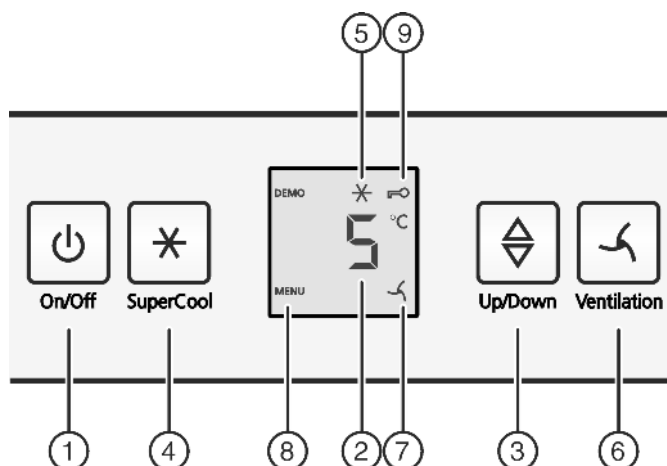

Fig. 3
- ▶ Taste On/Off Fig. 3 (1) drücken.
- ▶ Taste SuperCool Fig. 3 (4) ca. 5 Sekunden drücken.
- ▷ In der Anzeige wird das Symbol Menu Fig. 3 (8) angezeigt.
- ▶ Mit der Taste SuperCool Fig. 3 (4) kurz bestätigen.
- ▷ Das Symbol Kindersicherung Fig. 3 (9) leuchtet in der Anzeige.
- ▶ Die Taste On/Off Fig. 3 (1) kurz drücken.
- ▶ Temperaturfunktion aufrufen: Die Einstelltaste Fig. 3 (3) drücken.
- ▶ Temperatur in 1 °C -Schritten ändern: Einstelltaste Fig. 3 (3) so oft drücken, bis die gewünschte Temperatur in der Temperaturanzeige leuchtet.
- ▶ Taste SuperCool Fig. 3 (4) kurz drücken.
- ▷ Das Symbol SuperCool Fig. 3 (5) leuchtet in der Anzeige.
- ▷ Das Symbol SuperCool Fig. 3 (5) erlischt in der Anzeige.
- ▶ Taste Ventilation Fig. 3 (6) kurz drücken.
- ▷ Das Symbol Ventilation Fig. 3 (7) leuchtet.
- ▷ Das Symbol Ventilation Fig. 3 (7) erlischt.